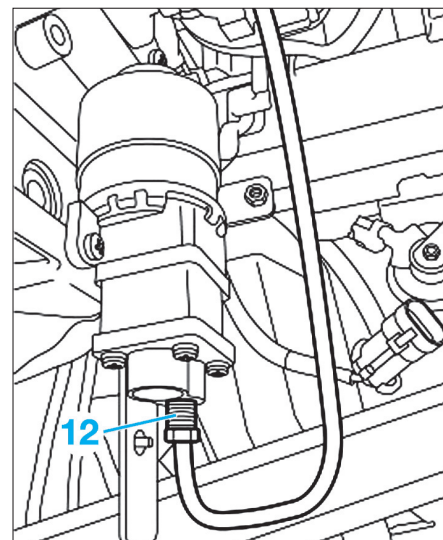

Fig. 47
- Dévisser le raccord du tuyau (12) reliant pompe électrique et groupe de sélection électro hydraulique (Fig.47).